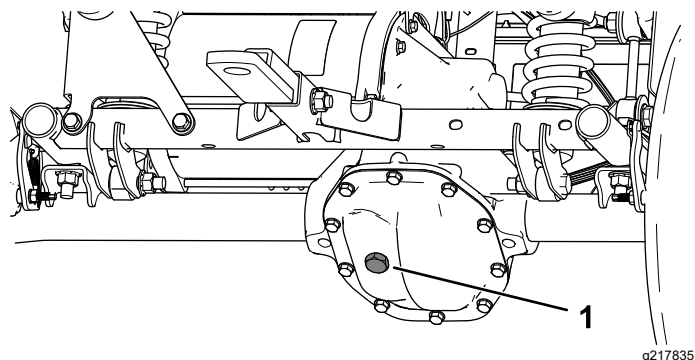

Figura 53
4. Togliete il tappo di riempimento sul transaxle (Figura 53).
5. Se il livello del fluido è basso, togliete il tappo di riempimento e aggiungete il fluido specificato finché non fuoriesce (Figura 53).
4. Togliete il tappo di riempimento sul transaxle e riempite il transaxle con il fluido indicato sinché non fuoriesce dal foro di riempimento (Figura 53).